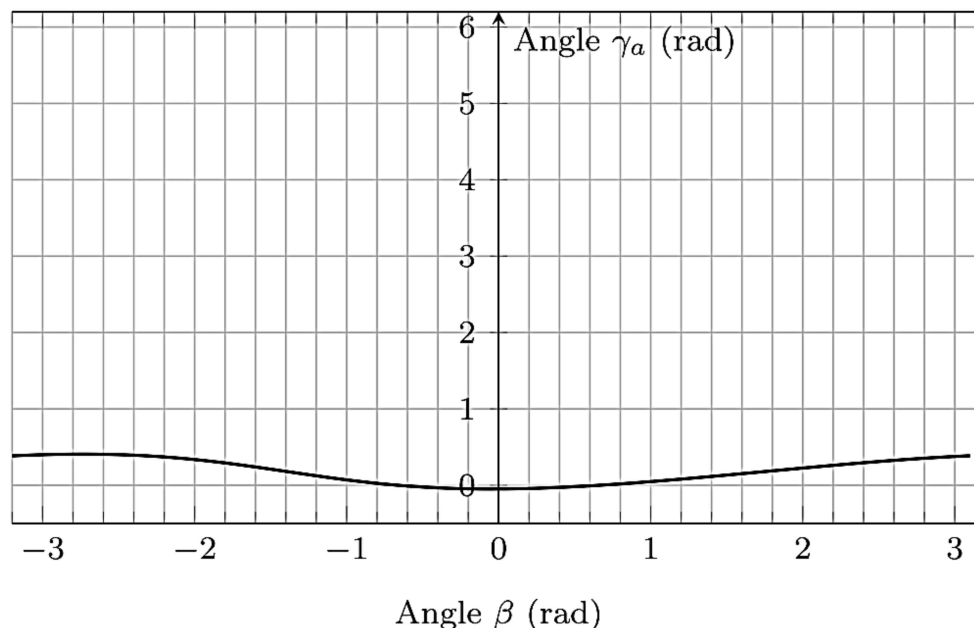

Figure 9 : Evolution de l'angle  $\gamma_a$  en fonction de  $\beta$
**Question 12.** A partir de la courbe **Figure 9**, formuler une hypothèse sur les angles  $\gamma_a$  et  $\gamma_b$  sachant que l'angle  $\beta$  varie entre  $\pm 45^\circ = \pm 0,7 \text{ rad}$ . En déduire une relation approchée sur le moment  $C_h$  tenant compte de l'hypothèse formulée.